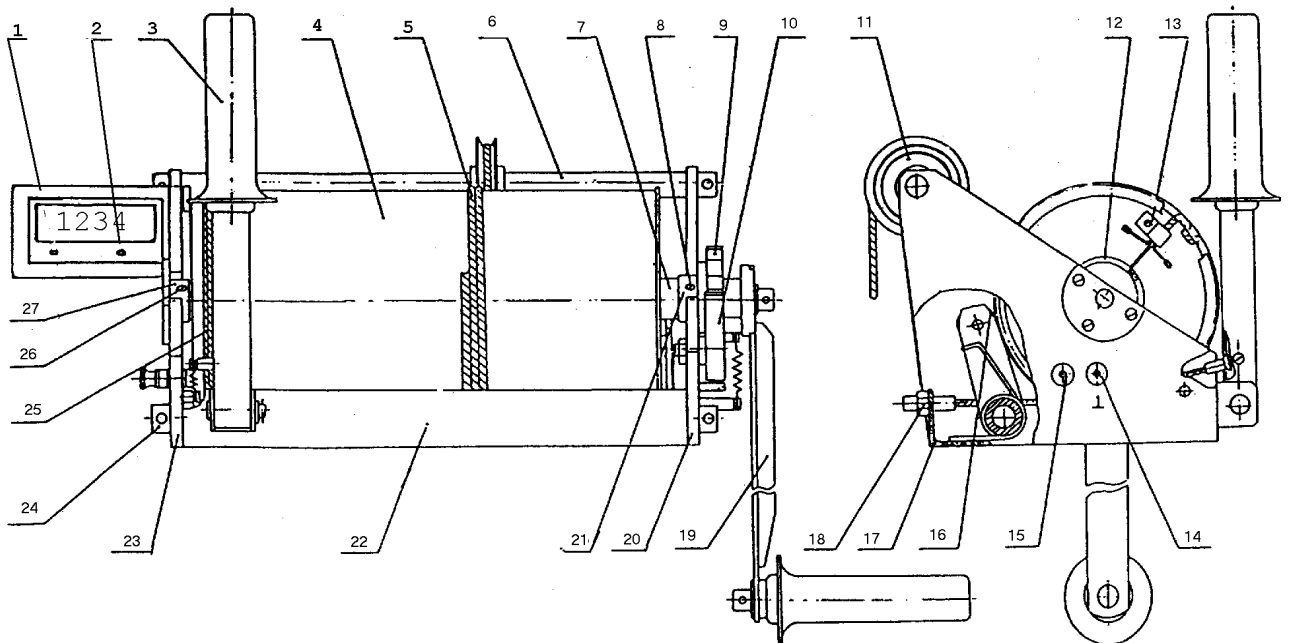

Рисунок 5.2
5.4 Длина вытравленного каната определяется по Указателю Длины Троса1(УДТ), устанавливаемого на ось барабана (см. рисунок 5.2). Цена единицы младшего разряда счетчика – один сантиметр вытравленного каната. Сброс на ноль показаний счетчика производится нажатием на кнопку 2.
9.4 Не реже одного раза в два месяца необходимо смазывать подшипники, зубчатое колесо, оси вращения укладочного и прижимного роликов вьюшки и ось ролика стрелы пластичной смазкой. Для смазки подшипников вьюшки (см. рисунок 5.2) вывернуть винты 8, 26,